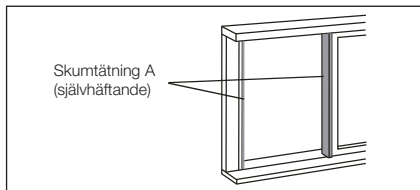

Fig. 18
1. Kapa skumtätningarna (självhäftande typ) i lämplig längd och sätt fast dem i fönsterramen. Se Fig.18.